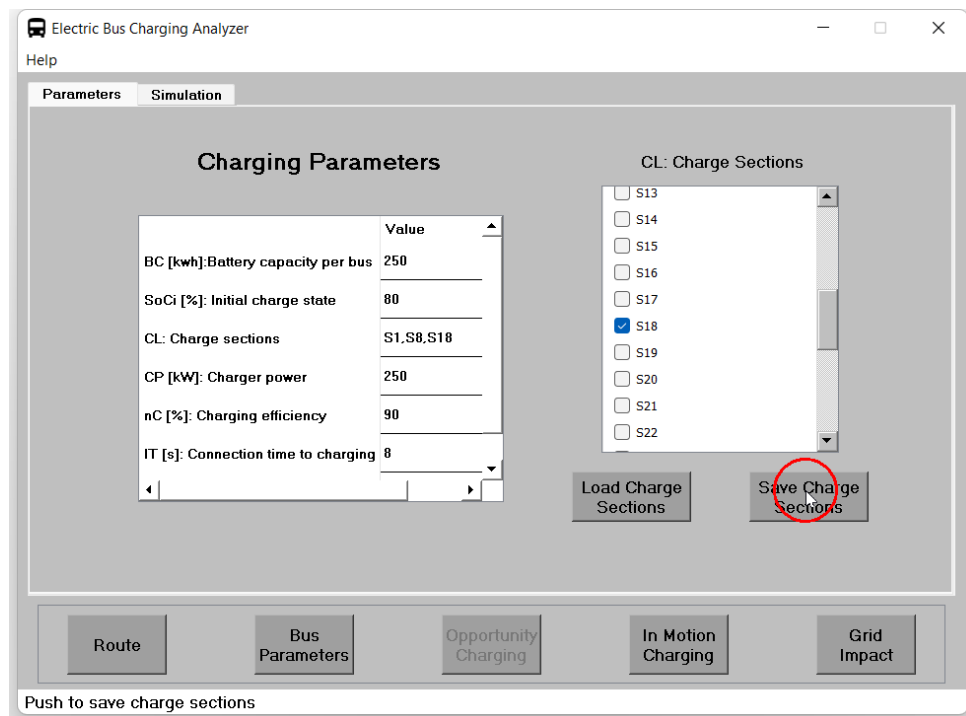
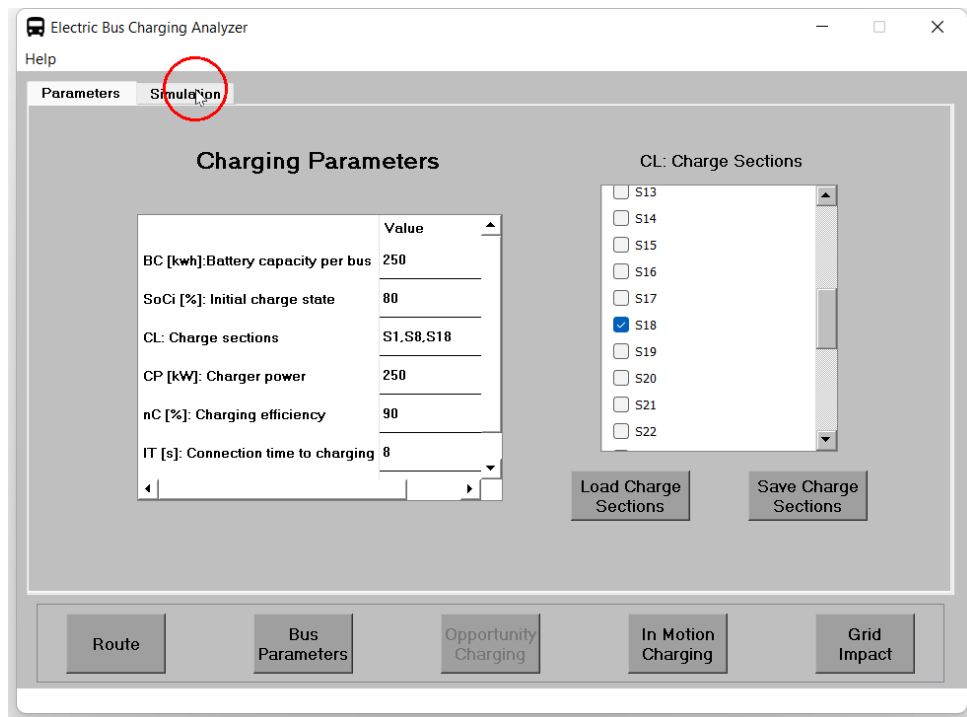

Figura 24: Guardar posiciones de cargadores.
Figura 25: Cambio a pestaña de simulación.
2. Ahora, se procede a guardar las paradas presionando el botón **Save Charge Sections** como se muestra en la figura 24. Luego se puede proceder a la pestaña **Simulation** como se ve en la figura 25.